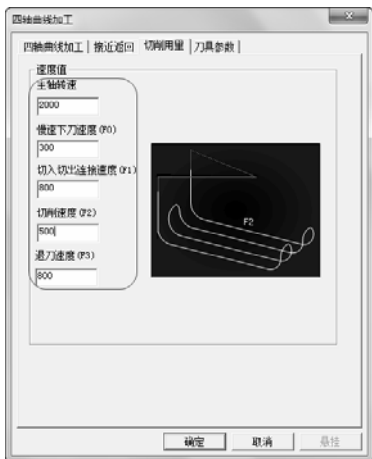

图 4-32 “切削用量”选项卡
3) 单击“切削用量”选项卡，设置“主轴转速”、“慢速下刀速度”、“切入切出连接速度”、“切削速度”、“退刀速度”，具体参数数值如图 4-32 所示。